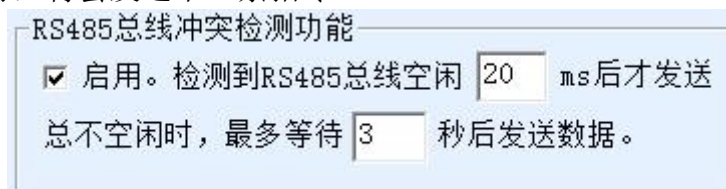

图 35 RS485 防冲突空闲时间
1. 图 35 所示为“RS485 总线防冲突时间”，一般可以设置为参数配置界面右下角的“数据包间隔”的两倍，但是最小不能小于 20。